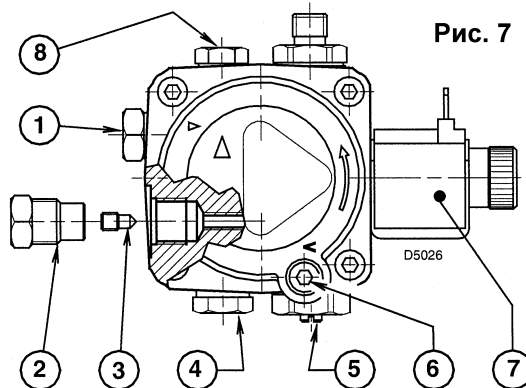

Рис. 7
- Насос настроен изготовителем на работу по двум шлангам. Для работы по одному шлангу открутите возвратную гайку (2), снимите винт байпаса (3) и закрутите гайку (2) (см. рис. 7).
На агрегате на рис. 6 достаточно ослабить крепление вакуумметра (6, рис. 7) и дождаться вытекания топлива.
- регулировка осуществляется винтом (5, см. рис. 7 на стр. 4).